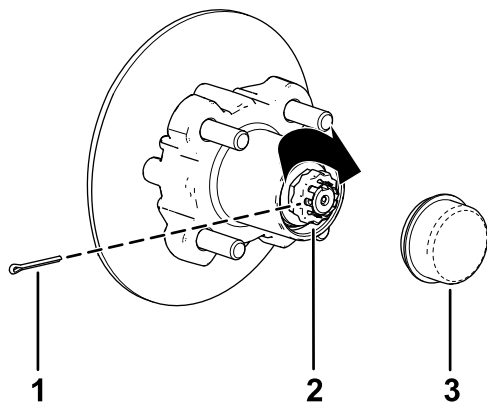

Figure 26
8. Placez l'arrêt d'écrou sur l'écrou et vérifiez que la fente dans l'arrêt et le trou dans la fusée sont alignés afin de pouvoir insérer la goupille fendue (Figure 26).
9. Insérez la goupille fendue et repliez chacune de ses pattes autour de l'arrêt d'écrou (Figure 26).
10. Reposez le couvre-moyeu sur le moyeu (Figure 26).